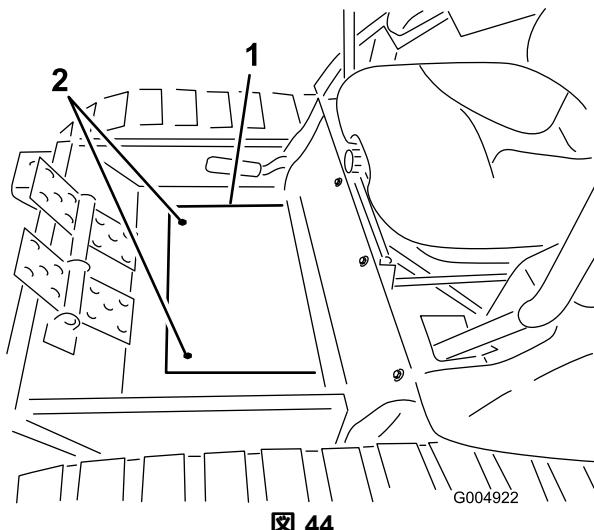

図 44
6. フロアプレートカバーをフロアに固定しているねじ2本を外して、プレートを外す図 44。